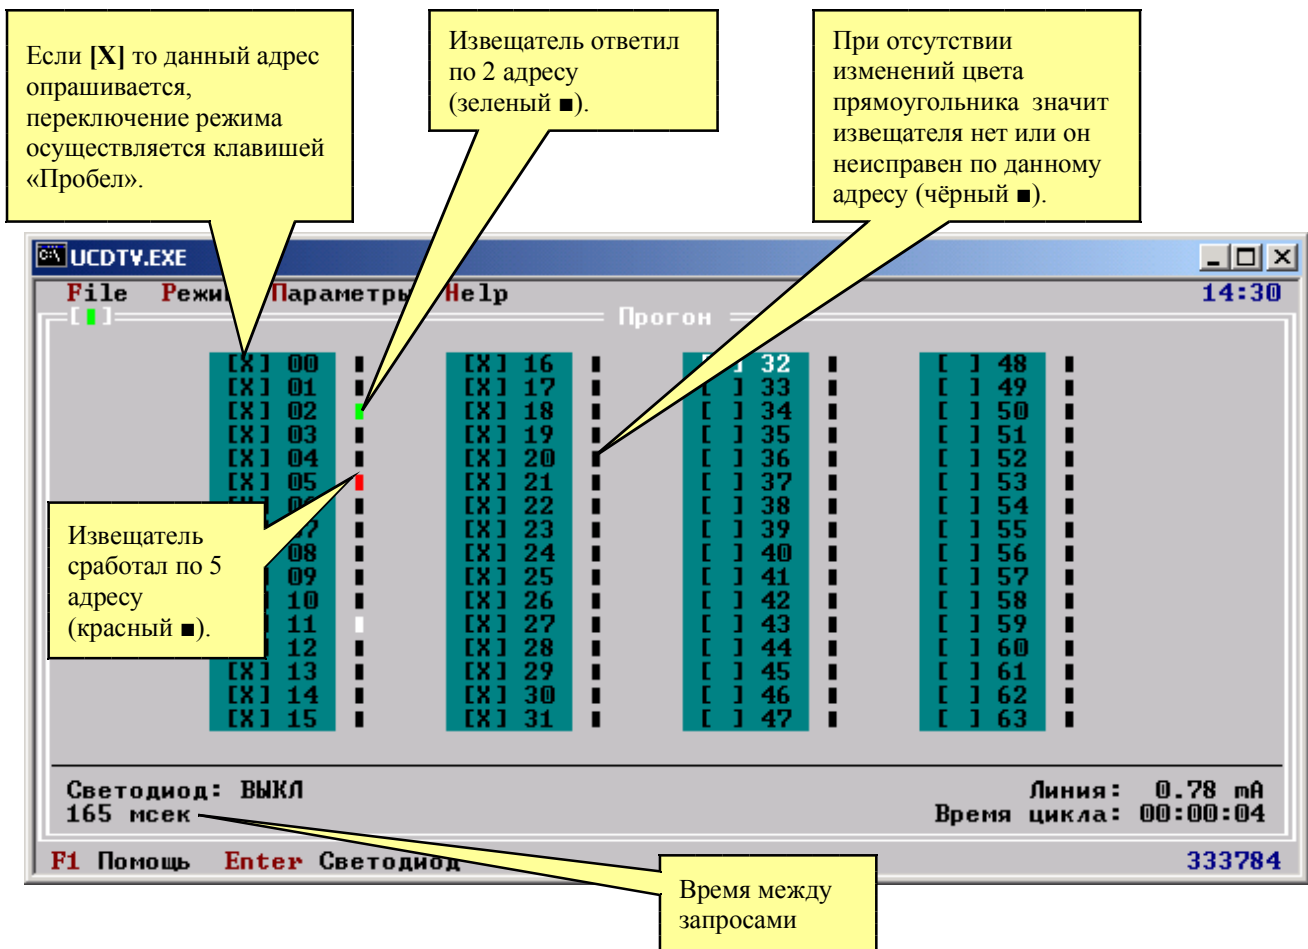

Рис.12. Диалоговое окно Прогон
- 6.2.6 Активизация режима “Прогон” осуществляется нажатием клавиши <F3> и после этого на панели экрана появится окно (рис.12). Клавишами курсора и нажатием клавиши <Пробел> выбирается опрашиваемые адреса извещателей, а инверсию опрашиваемых адресов нажатием клавиши <*> (справа на клавиатуре). Текущий опрашиваемый адрес подсвечивается белым цветом. Извещатель который ответил, подсвечивается зеленым цветом, а сработавший извещатель красным цветом.